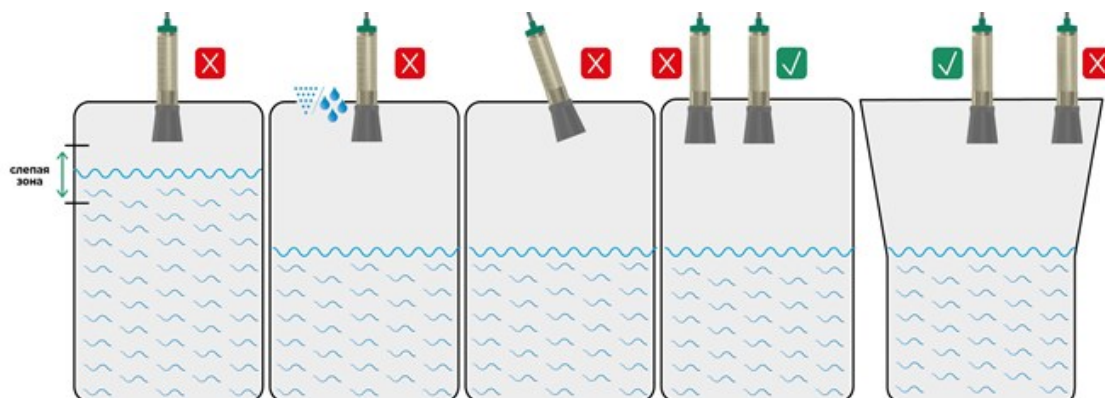

Рисунок 12 - Правила установки ДПУ
2.10.2 Рисунок 12 иллюстрирует правила установки при использовании ДПУ в качестве датчика уровня: